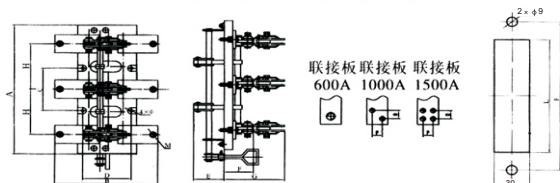

图5 HD12/3
5.5 HD12/3系列外形尺寸及安装关尺见5, 相关图样见图5。